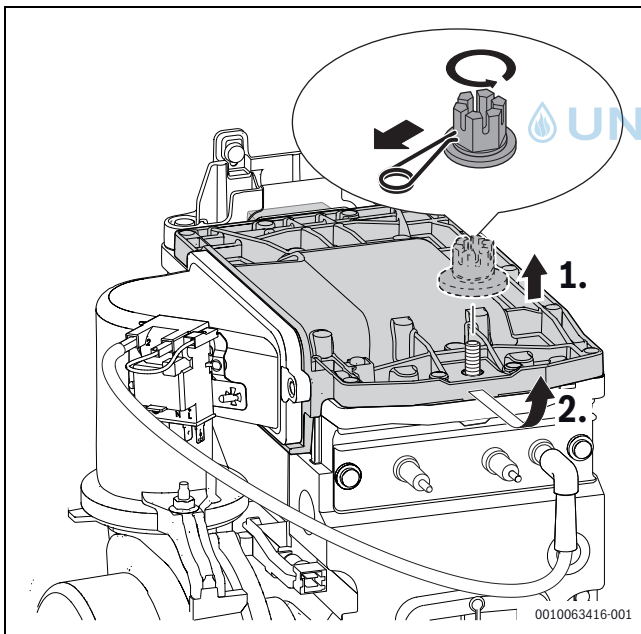

Bild 83 Brennerdeckel ausbauen
- ▶ Schraube [1] (Bild 83) an der Mischeinrichtung mit 5,5+0,5 Nm festziehen.